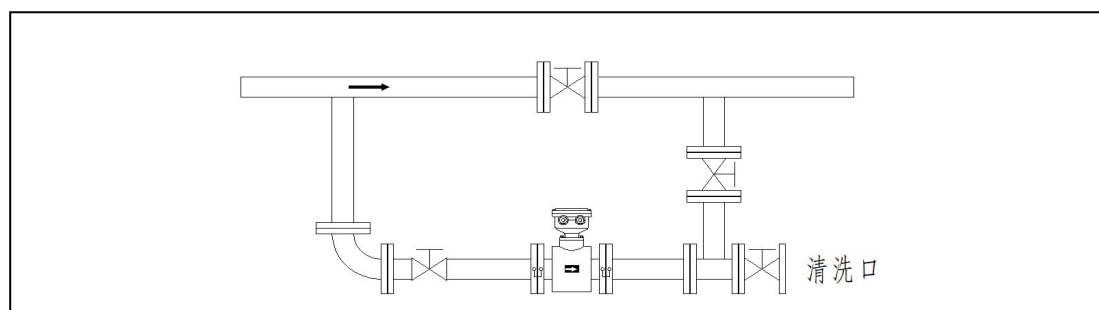

图 4.2.4 管道中不允许流量中断的安装
4)对工艺上不允许流量中断的管道，在安装流量计时应加设旁路通管和清洗口，如图 4.2.4 这种装置可在流量计退出使用的情况下，保证设备系统连续工作。